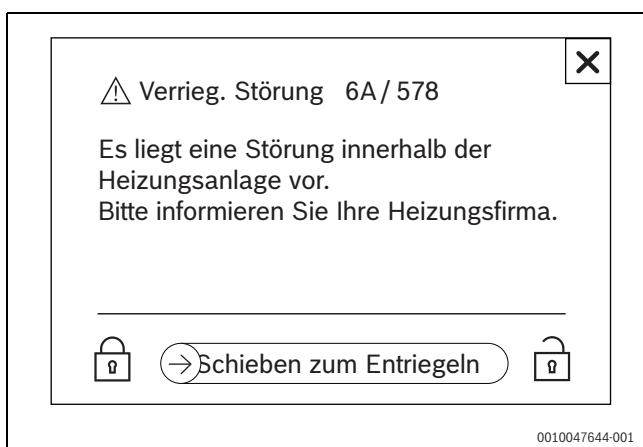

Bild 69 Verriegelnde Störung (Beispiel)
- ▶ Entriegelung erfolgt über → Schieben zum Entriegeln (→ Bild 69).